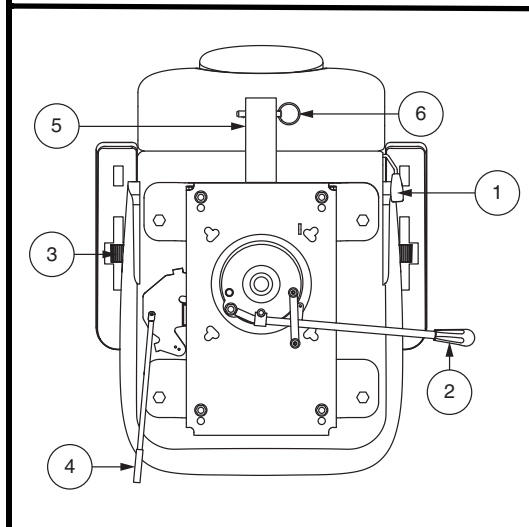

Figure 15. Réglage du siège
Si votre VMP est équipé d'un siège à dossier inclinable, vous pouvez changer l'inclinaison du dossier avec le levier de réglage du dossier. **Voir la figure 15.**
1. Tirer vers le haut l'avant le levier de rotation du siège afin de dégager le siège. **Voir la figure 15.**
Élevez ou abaissez l'inclinaison des accoudoirs en tournant la roulette de réglage sous l'accoudoir. **Voir la figure 15.**
1. Déplacez le levier coulissant du siège (situé sur le côté inférieur gauche du siège) vers l'extérieur. **Voir la figure 15.**
Le support d'accessoire monté à l'arrière vous permet d'attacher un accessoire personnel comme un panier, support pour marchette ou réservoir d'oxygène à l'arrière de votre VMP. Utiliser la goupille de verrouillage afin de bien fixer votre article au support d'accessoire. **Voir la figure 15.** Consultez votre détaillant autorisé pour plus de détails.